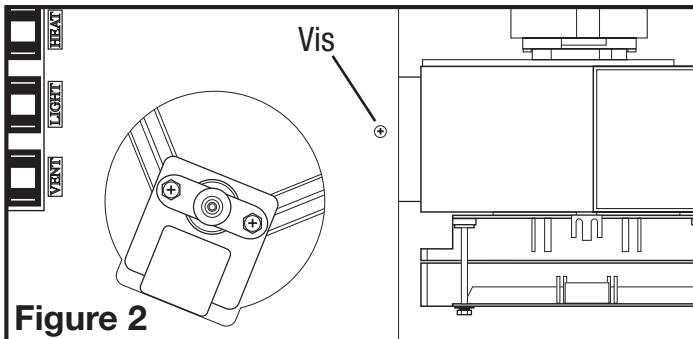

Figure 2
- Retirer l'ensemble venturi du ventilateur, lequel est fixé en place par une vis au travers du venturi (Figure 2). Garder l'ensemble venturi et la grille dans la boîte jusqu'à ce que vous en ayez besoin pour qu'ils ne soient pas endommagés ou perdus.